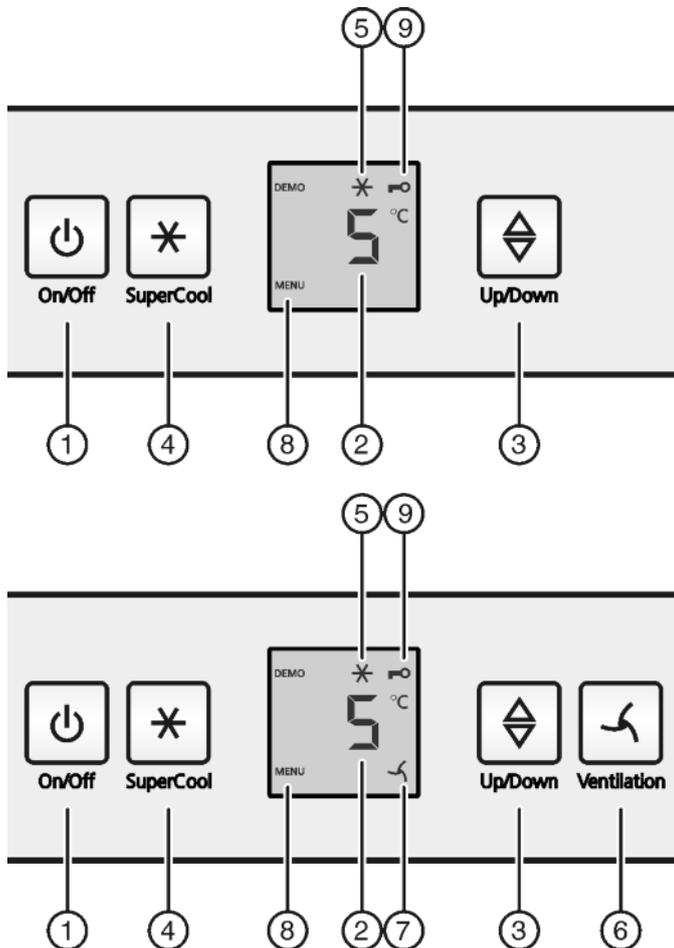

Fig. 2
- ▶ Taste On/Off Fig. 2 (1) drücken.
- ▶ Taste SuperCool Fig. 2 (4) ca. 5 Sekunden drücken.
- ▷ In der Anzeige wird das Symbol Menu Fig. 2 (8) angezeigt.
- ▶ Mit der Taste SuperCool Fig. 2 (4) kurz bestätigen.
- ▷ Das Symbol Kindersicherung Fig. 2 (9) leuchtet in der Anzeige.
- ▶ Die Taste On/Off Fig. 2 (1) kurz drücken.
- ▶ Temperaturfunktion aufrufen: Die Einstelltaste Fig. 2 (3) drücken.
- ▶ Temperatur in 1 °C -Schritten ändern: Einstelltaste Fig. 2 (3) so oft drücken, bis die gewünschte Temperatur in der Temperaturanzeige leuchtet.
- ▶ Taste SuperCool Fig. 2 (4) kurz drücken.
- ▷ Das Symbol SuperCool Fig. 2 (5) leuchtet in der Anzeige.
- ▷ Das Symbol SuperCool Fig. 2 (5) erlischt in der Anzeige.
- ▶ Taste Ventilation Fig. 2 (6) kurz drücken.
- ▷ Das Symbol Ventilation Fig. 2 (7) leuchtet.
- ▷ Das Symbol Ventilation Fig. 2 (7) erlischt.